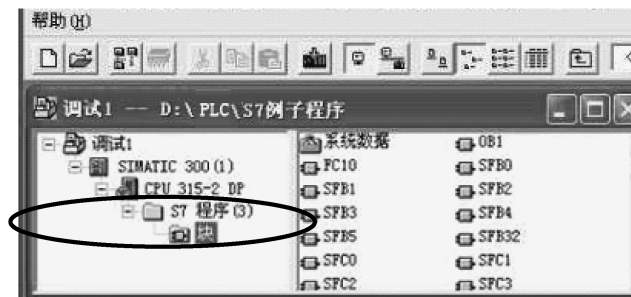
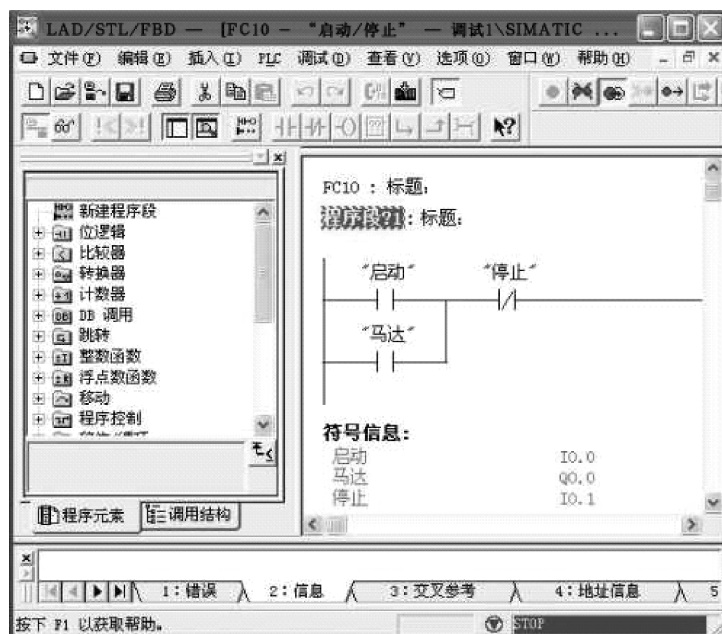

图 3-54 在线块中的目录
图 3-55 FC10 在线块界面
2) 从在线窗口中单击“块”文件夹，显示在线块的目录，如图 3-54 所示。
3) 双击希望打开的块，比如双击图 3-54 中的“FC10”图标，打开 FC10 的在线界面，如图 3-55 所示。